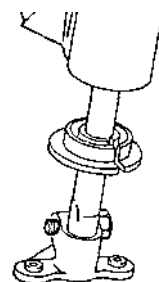

Рис. 6.32.
- выкрутить верхний стяжной болт эластичной муфты (рис. 6.32);